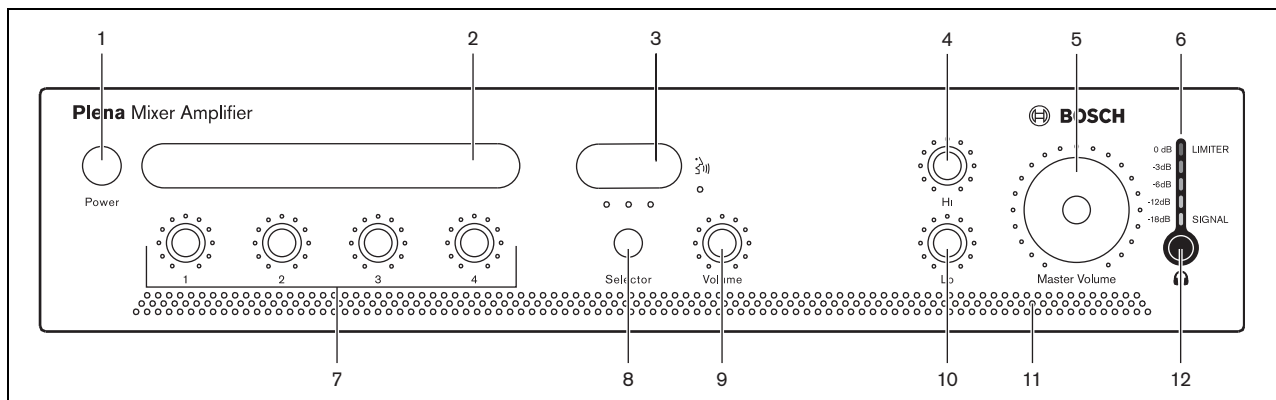

figura 5.1: Panel frontal
- 1 Sitúe el botón power (1) de la parte frontal de la unidad en la posición de encendido (On) - pulsado (véase figura 5.1).
Sitúe el botón power (1) de la parte frontal de la unidad en la posición de apagado (Off) - no pulsado (véase figura 5.1).
Los usuarios pueden crear etiquetas personalizadas para las entradas de micrófono/línea y la descripción de las fuentes de música. Estas etiquetas pueden fijarse al amplificador mezclador en los números de posición 2 y 3 (véase figura 5.1). Las clavijas de color también pueden insertarse en distintas posiciones alrededor de los controles para indicar la configuración favorita para una aplicación en particular.
Utilice los controles de tono Hi (alto) y Lo (bajo) (véase figura 5.1, números 4 y 10) para cambiar el tono.